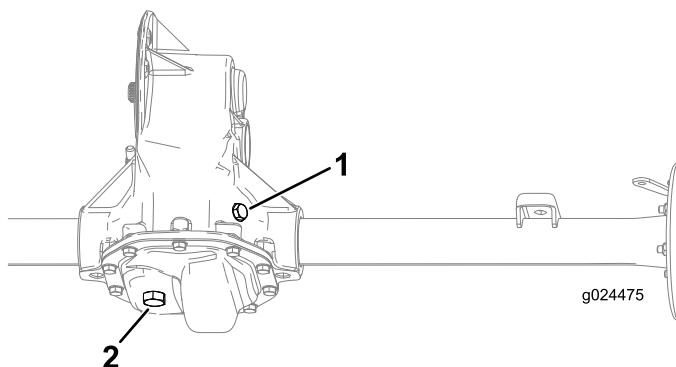

Figura 46
- Retire el tapón de llenado del transeje (Figura 46).
- Si el nivel de aceite es bajo, retire el tapón de llenado y añada aceite del tipo especificado hasta que salga del orificio (Figura 46).
1. Coloque un recipiente debajo del tapón de vaciado (Figura 46).
2. Retire el tapón de llenado y la junta (Figura 46).
3. Retire el tapón de vaciado y la junta, y deje que el aceite se drene completamente (Figura 46).